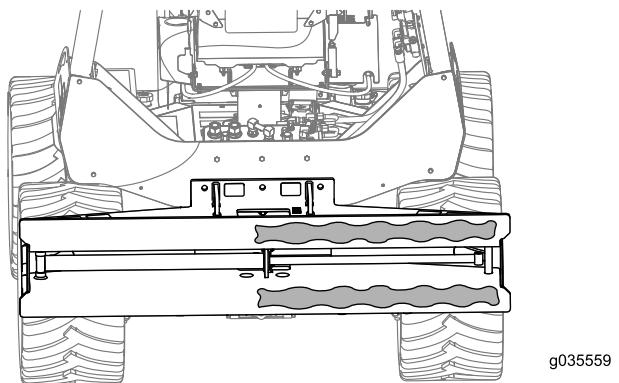

Рисунок 2
- Распределите некоторое количество консистентной смазки по правой стороне рамы навесного оборудования, как показано на Рисунок 2.
14. Вставьте 4 болта (3/4 x 3-1/2 дюйма) и 4 шайбы через навесной траншеекопатель в монтажный узел скользящего механизма смещения, закрепите при помощи 4 шайб и 4 контргаек (вид В на Рисунок 2).